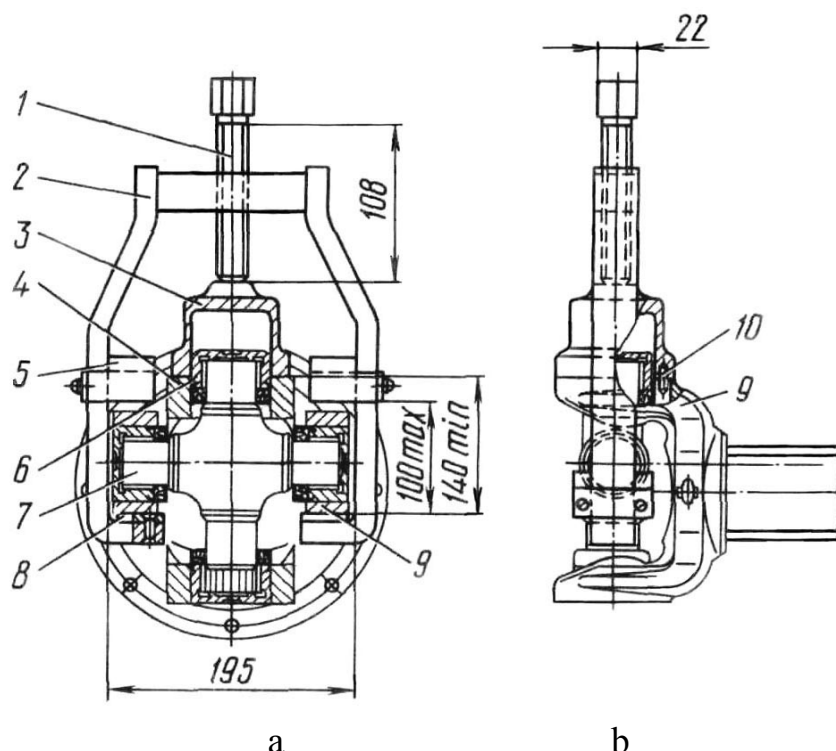

Рис.23. Выпрессовка подшипников крестовины карданного вала:
- с помощью съёмника (рис.23) выпрессуйте игольчатые подшипники 11;